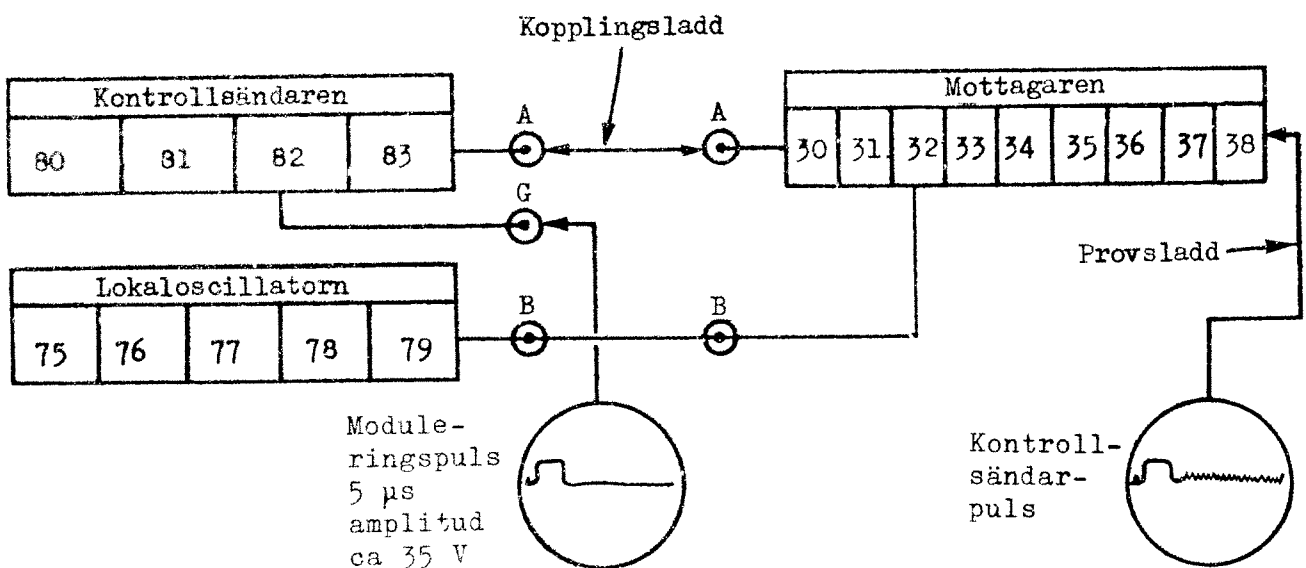
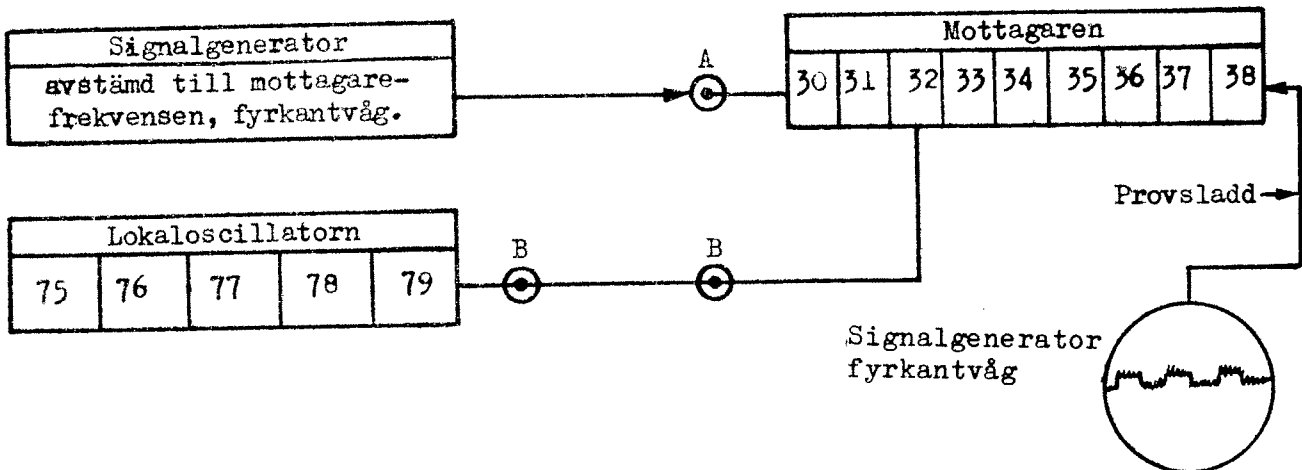

Bild 4.
Bild 6.
Se bild 4.
16. Anslut provsladden till mottagarens utgång. Kontrollsändarpulsens skall finnas i början av svepet på kontrolloscilloskopet. Se bild 4. Om så är fallet: trimma kontrollsändarens, lokaloscillatorns och mottagarens HF-steg till max amplitud på denna puls. Obs! När begränsning av kontrollsändarpulsens inträder, måste kontrollsändarens uteffekt efter hand minskas, för att trimningen skall kunna fullbordas.
Anm Erhålls inte kontrollsändarpulsens enligt bild 4: ersätt kontrollsändaren med en signalgenerator. Se bild 6. Signalgeneratoren ställs in till mottagarfrekvensen, modulering fyrkantvåg samt största möjliga signalstyrka.
Anm Om kontrollsändarpulsens enligt bild 4 inte erhålls: ersätt lokaloscillatorn med en signalgenerator enligt bild 7. Signalgeneratoren ställs in till lokaloscillatorfrekvensen, modulering CW och största möjliga signalstyrka.